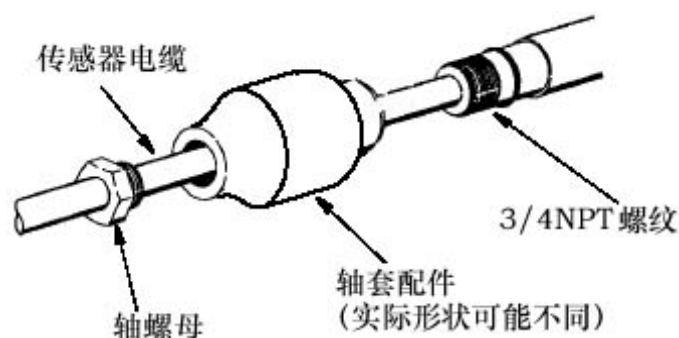

图 4. 轴套连接到传感器的装配
1. 将传感器电缆穿过轴套配件。将传感器插入到轴套里。将固定螺丝拧到传感器的 3/4 NPT 端。将 PTFE 带缠到轴配件的螺纹上，并将轴配件拧紧到轴套接头上（见图 4）。